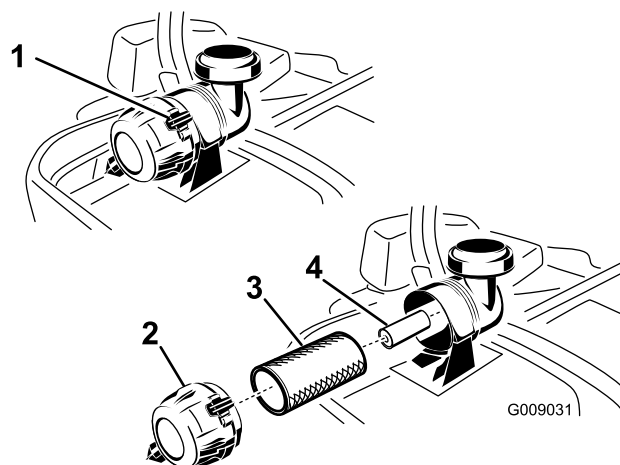

図 36
3. エアクリーナのリテーナクランプを押し下げて外し、エアクリーナのボディーからカバーを引き抜く (図 36)。
5. 1 次フィルタをゆっくり引き抜くようにしてエアクリーナのボディーから外す (図 36)。ボディーの側面にフィルタをぶつけないように注意すること。
1. ペーパーフィルタは清掃しないで交換する (図 36)。
2. 二次フィルタを交換する場合には、十分に注意しながら、フィルタのボディに挿入する (図 36)。
3. 一次フィルタをゆっくり押し込むようにして二次フィルタの上から取り付ける (図 36)。一次フィルタの外側リムをしっかり押さえて確実に装着してください。
4. エアクリーナカバーを取りつける；ブリーザキャップが下向きになるように、リテーナクランプがカバーに適切にはまるように取り付ける（図 36）。